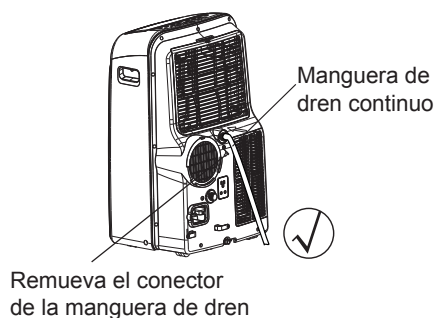

Fig. 20a
- Durante los modos de deshumidificación, quite el tapón de drenaje superior de la parte posterior de la unidad, instale el conector de drenaje (de 5/8") con 3/4" de manguera (adquirida localmente). Para los modelos sin conector de drenaje, simplemente conecte la manguera de desagüe en el orificio. Coloque el extremo abierto de la manguera directamente sobre el área de drenaje en su piso del sótano. Por favor, consulte la Fig. 20a.
NOTA: Asegúrese de que la manguera esté segura para que no haya fugas. Dirija la manguera hacia el desagüe, asegurándose de que no haya torceduras que detengan el agua fluyendo. Coloque el extremo de la manguera en el desagüe y asegúrese de que el extremo de la manguera esté abajo para dejar fluir el agua sin problemas. (Ver Fig. 20a, 20b, 21a). No la deje nunca hacia arriba. (Ver Fig. 21b).